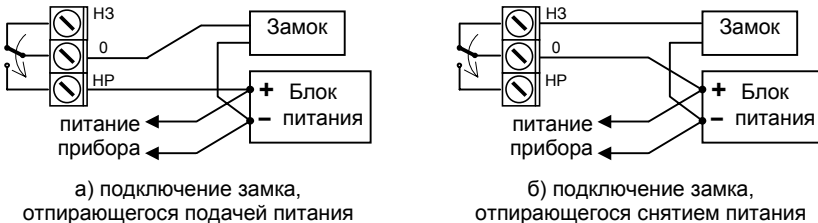

Рис. 10. Подключение электрического замка
**ВНИМАНИЕ!** Рекомендуется питать замок от отдельного источника. Если замок и прибор работают от общего источника питания, то для снижения помех рекомендуется выполнять цепи замка и цепи питания прибора отдельными линиями, соединяющимися непосредственно на выводах источника питания (см. рис. 10). Обязательно используйте в цепи замка искрогасящие элементы (диод, RC-цепочку или варистор).